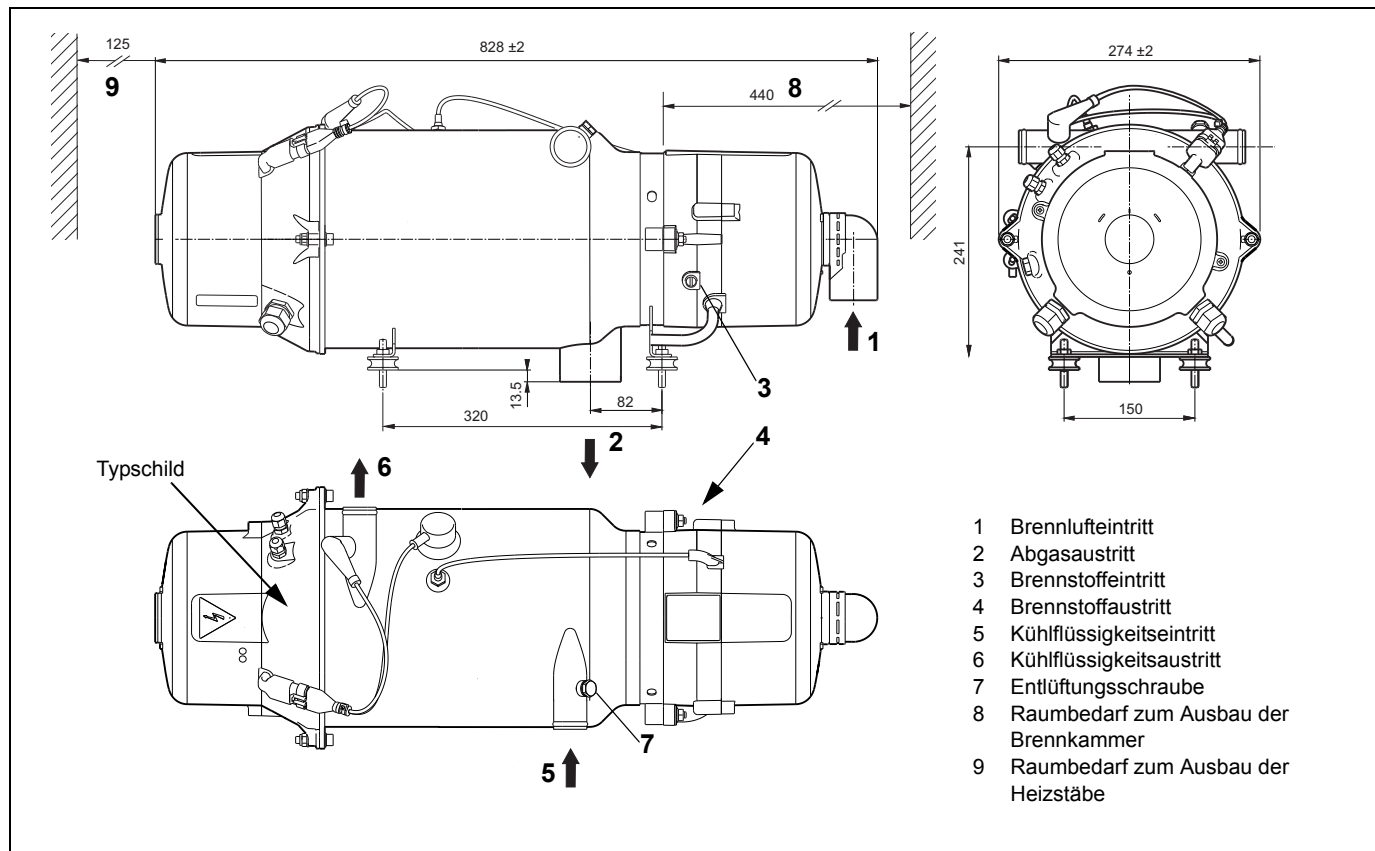

Bild 2: Abmessungen des Heizgerätes Thermo H (waagerechter Einbau)
- Beachten Sie den Raumbedarf für die Wartungszugänglichkeit (z.B. Ausbau der Brennkammer) (siehe Bild 2)
Das Heizgerät wird an das Kühlsystem des Fahrzeuges entsprechend Bild 2 und 5 angeschlossen. Die im Kreislauf vorhandene Kühlfüssigkeitsmenge muss mindestens 35 Liter betragen. Das Wasser im Heizkreislauf des Heizgerätes muss mindestens 30% eines Marken-Gefrierschutzmittels enthalten.
Zur Entlüftung ist die Entlüftungsschraube Pos. 7, Bild 2 nach dem Auffüllen des Systems und dem Einschalten der Pumpe zu nutzen.